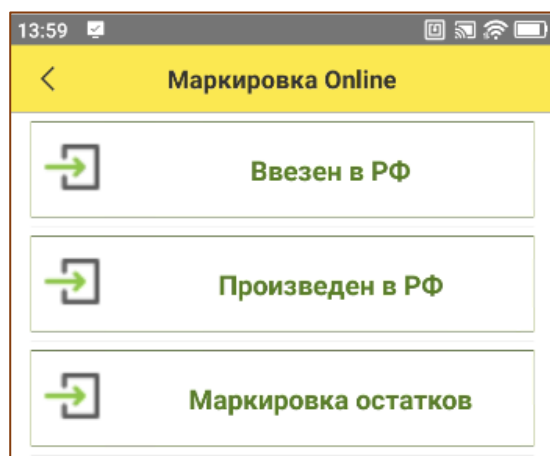

Рис. 6.3 - Способ выпуска
- Маркировка остатков (Рис. 6.3)